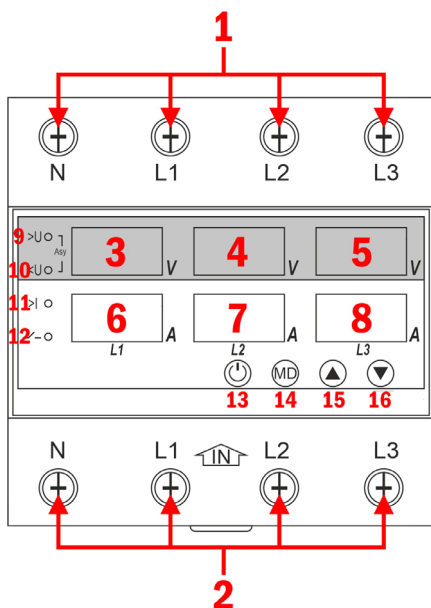

Рис. 1 – Элементы прибора
5. Прибор готов к работе. После подачи питания начнется отсчет времени задержки включения реле (t_P), по истечении которого реле замкнется, загорится индикатор состояния реле (п. 12 рис. 1).
7. При возникновении аварийной ситуации на лицевой панели прибора загорятся соответствующие индикаторы (п. 9–11 рис. 1). При возникновении аварийной ситуации вследствие асимметрии (перекоса) фаз загорятся одновременно два индикатора (п. 9, 10 рис. 1).